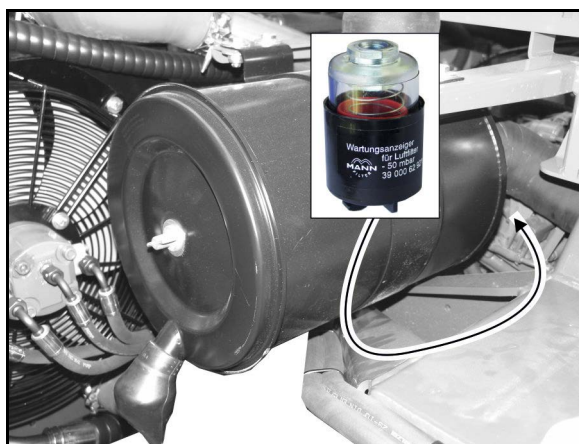

Fig. 164
2. Trageți afară joa de ulei (Fig. 164/1) și curățați-o cu o lavetă curată.
4. Dacă este necesar, trebuie completat nivelul de ulei cu uleiul prescris în deschiderea de umplere ulei (Fig. 164/2,3).
5. Scoateți prin rotire șurubul de evacuare ulei (Fig. 164/4).